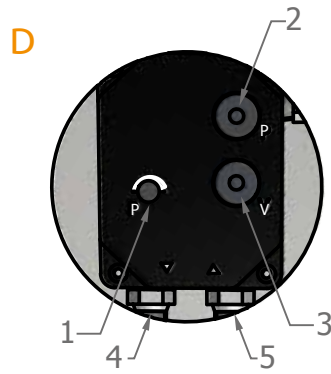

Abb. 10
- Drehen Sie den Drehknopf mit dem Innensechskant 4 ganz nach links, wie in Abb. 10, Pos. 1 gezeigt, und drehen Sie ihn dann mit dem Innensechskant 1-1,5 Umdrehungen im Uhrzeigersinn.
HINWEIS: Vergewissern Sie sich, dass die Brennstoffleitungen für den Brennstoffvorlauf (Abb. 10, Pos. 5) und -rücklauf (Abb. 10, Pos. 4) korrekt installiert sind, wie in Abb. 10 gezeigt.